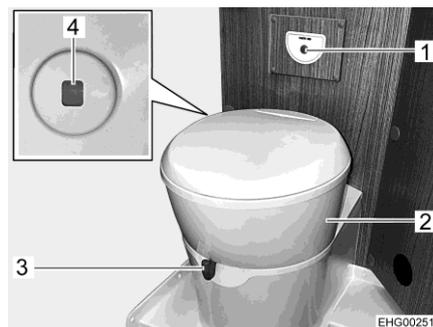

Fig. 132 Toilettes
Il est possible de tourner la cuvette dans la position souhaitée. Saisir pour ce faire le partie supérieur des toilettes (Fig. 132,2) des deux mains et tourner.
L'unité de commande avec le bouton de la chasse d'eau (Fig. 132,1) est positionné à proximité de la cuvette.
L'indicateur de niveau (Fig. 132,4) passe du vert au rouge quand le réservoir pour matières fécales doit être vidé.
- Avant d'actionner la chasse d'eau, ouvrir le curseur des toilettes. Pousser pour cela le levier du curseur (Fig. 132,3) dans le sens inverse des aiguilles d'une montre.
- Pour actionner la chasse d'eau, appuyer sur le bouton bleu (Fig. 132,1).